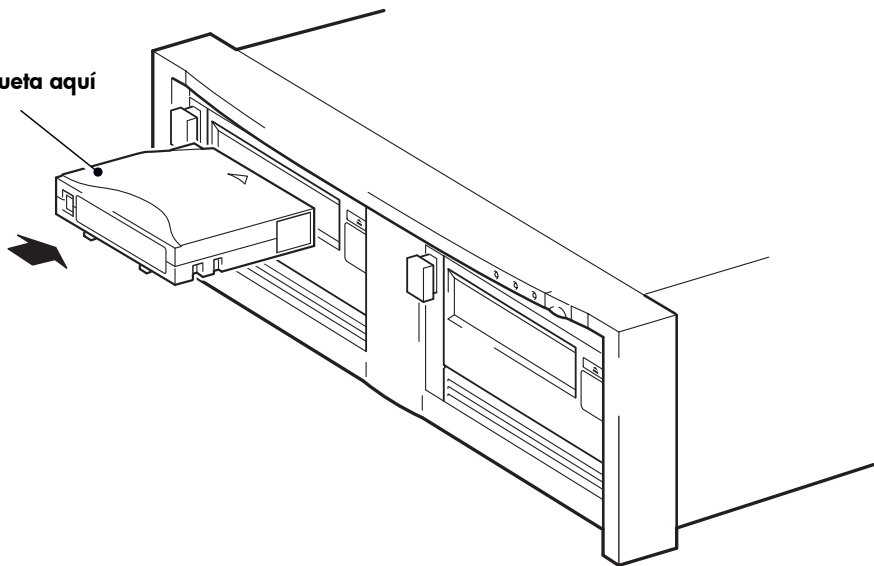

Figura 6a: carga de un cartucho
- 1 Inserte el cartucho en la ranura de la parte frontal de la unidad con la flecha blanca hacia arriba y de cara a la puerta de la unidad. Aplique una ligera presión hasta que la unidad de cinta coja el cartucho y lo cargue. (Véase la Figura 6a.)